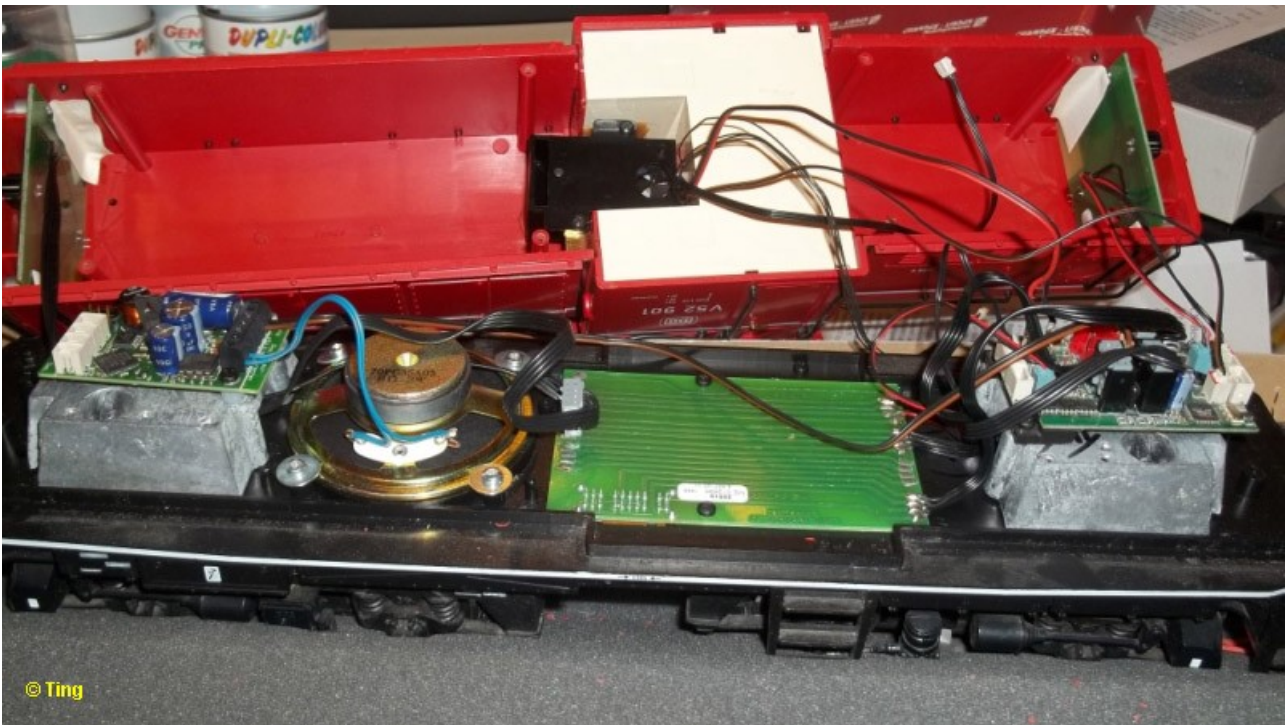

Bild 4: Fertig montierte Lok
- Einbau des Decoders: Das vordere Bleigewicht besitzt 2 kleine Bohrungen, wovon eine gleich als Aufnahme für die selbstschneidende Befestigungsschraube des Decoders dienen kann. Die 2. Befestigung der Decoderplatine erfolgt über einen Abstandshalter (ca. 30mm) und eine entsprechend lange Schraube auf der Bodenplatte der Lok, so dass die Platine waagrecht teilweise über den Lautsprecher ragt. (Bild 4)